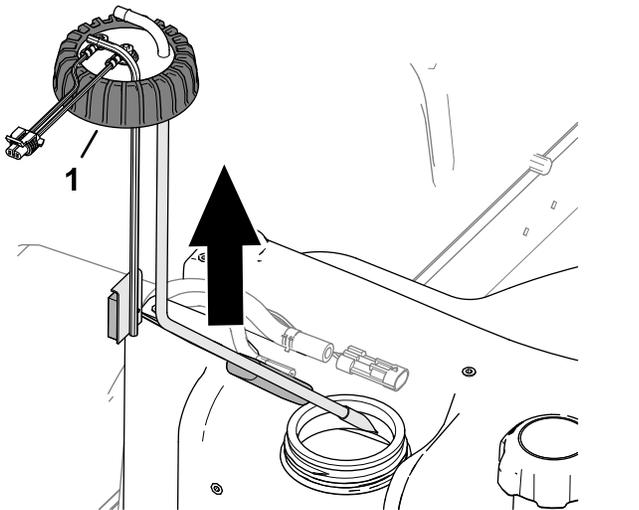

Figura 90
5. Desaperte a tampa de alimentação de combustível (Figura 90).